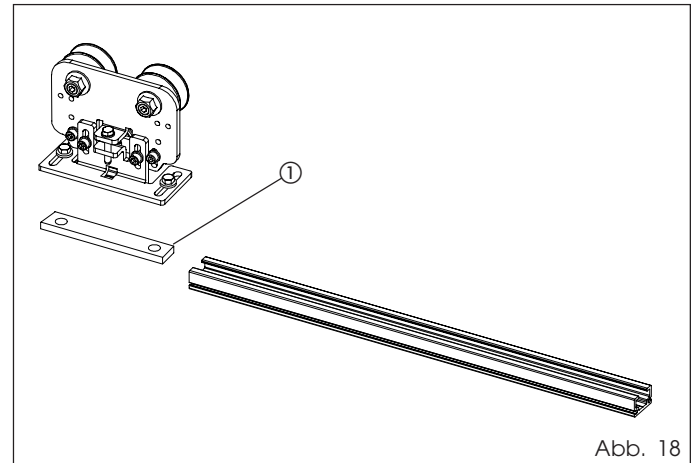

Abb. 18
Auf den Automationen 940 das Plättchen des Schlittens durch das im Lieferumfang enthaltene ersetzen (Abb. 18 Bez. ①).